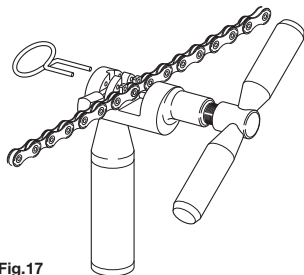

Fig.17
- Insérez le maillon à fermer dans les sièges prévus à cet effet (**Fig. 17**).